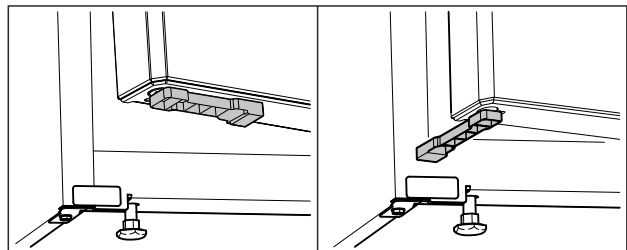

Fig. 69 *
- ▶ Fordítsa el 90°-kal az ajtó nyitáskorlátozót. (lásd Fig. 69) *